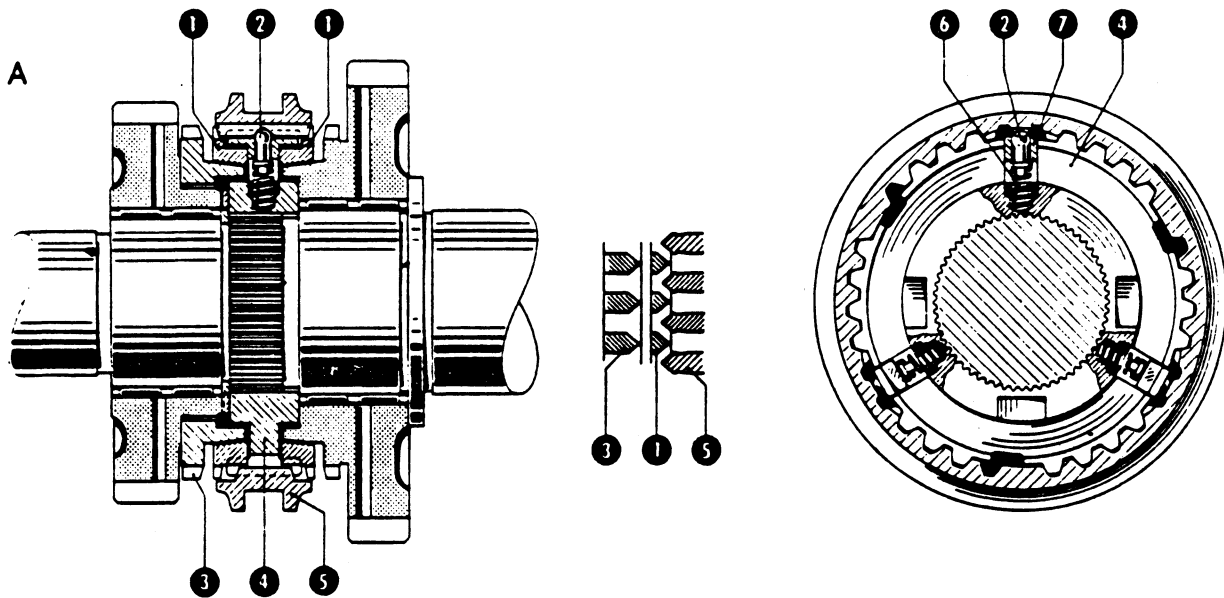

Fig. 4
In de neutrale stand (fig. 4) bevindt de schakelmof (5) zich in de middelste stand. De pallen (2) worden door middel van drukveren (6) in een V-vormige uitsparing van de schakelmof gedrukt. De tandwielen kunnen om de as draaien.